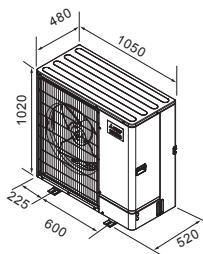

Fig. 2-1
2.2. Buitenafmetingen (Buitenapparaat) (Fig. 2-1)